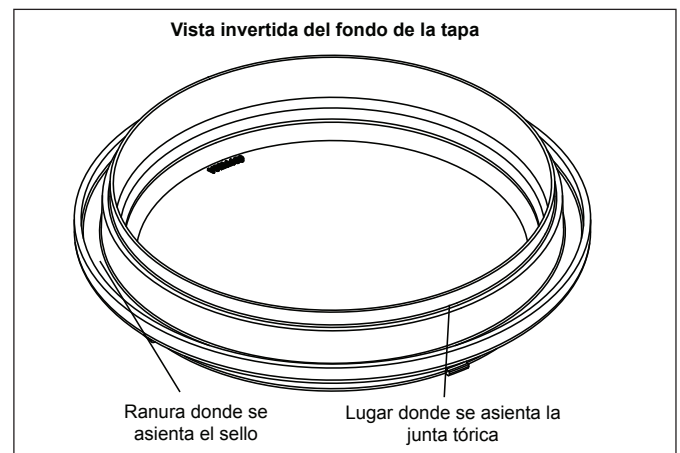

Figura 10. Colocación de la junta tórica azul para prueba de presión
2. Coloque la junta tórica azul en el espacio situado ¼" (6 mm) de la parte inferior de la tapa. Véase Figura 10.
NOTA La junta tórica azul se encuentra aproximadamente a ¼" (6 mm) de distancia de la junta. Véase Figura 10.